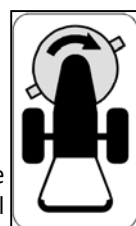
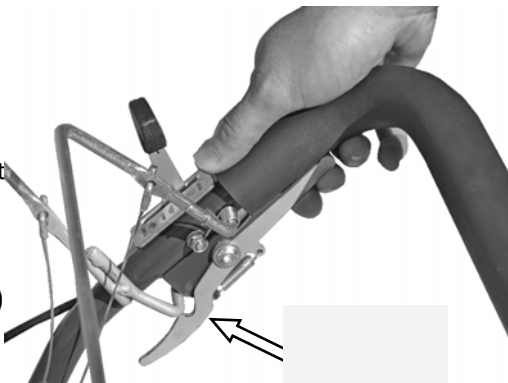

FIG. 11 Simbol „pârghie cosire”
FIG. 12 Zăvorul de siguranță
**Pârghia comandă cosire** (Fig. 8) este amplasată în partea superioară a ghidonului și poate fi acționată atât cu mâna stângă, cât și cu cea dreaptă. Este cea mai mare dintre cele două bare orizontale. Este marcat cu simbolul din FIG. 11. În poziția OFF (DECUPLATĂ - eliberată), pârghia este blocată cu un zăvor de siguranță (Fig. 12). Apăsând pârghia spre mâner (poziția ACTIVATĂ) dispozitivul de lucru, (discul de cosire sau cuțitul pt. tocare) începe să se rotească. Apăsăți încet, progresiv pârghia spre ghidon pt. a reduce efortul din transmisie. La apăsarea bruscă, motorul se poate opri. Dacă pârghia este eliberată, frâna este activată și mecanismul de tăiere se oprește în 7 secunde. Țineți ferm ghidonul în timp ce porniți și opriți dispozitivul de lucru pt. a evita pierderea controlului.
**Zăvorul de siguranță** al pârghiei comandă cosire este situat în partea dreaptă a ghidonului (sub ghidon) (fig. 12).
Zăvorul în starea neacționat previne acționarea neintenționată, accidentală a pârghiei de comandă cosire din poziția OFF(DECUPLAT). Deschideți zăvorul prin apăsare pe mânerul lui (Fig. 12), apoi pârghia comandă de cosire poate fi apăsat pt. a activa dispozitivul de cosire.